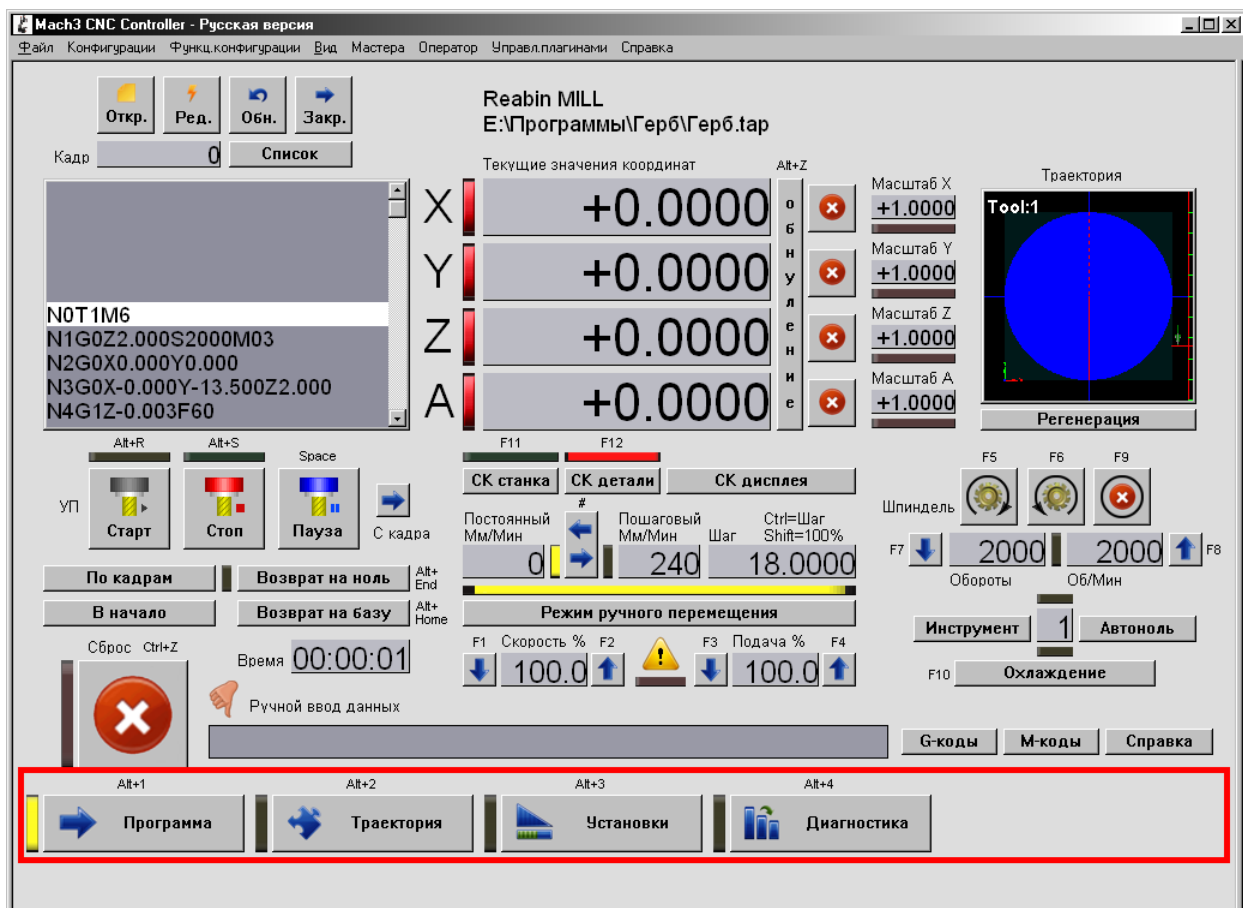

Рис. 14. Кнопки переключения рабочих экранов и строка состояния системы.
3.1.7 В самой нижней части рабочего окна расположены кнопки переключения рабочих экранов **Mach3** (**Рис. 14**). При включении экранов горят соответствующие индикаторы. Назначение экранов: